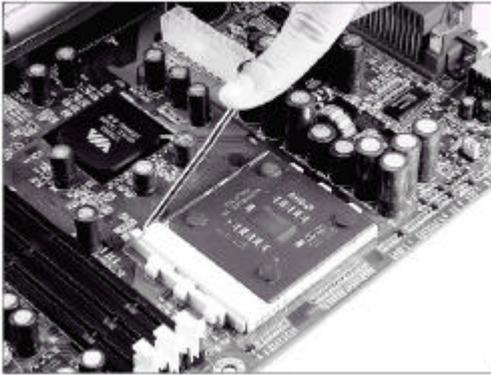

Abb.3
Setzen Sie jetzt die CPU in den Sockel. Achten Sie auf die korrekte Orientierung. Die auf der vorherigen Seite (28) dargestellte Markierung auf der CPU dem Sockel und dient als Hinweis (Abb. 3).
Schließen Sie nach dem Einsetzen der CPU die Verriegelung, indem Sie den Hebel wieder in seine ursprüngliche Position bringen und einrasten lassen ( Abb.3 ).